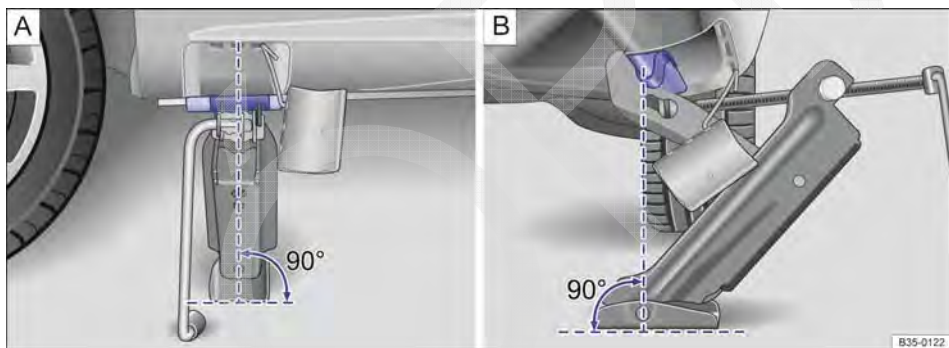

Fig. 251 Macaco posicionado no lado esquerdo traseiro do veículo.
9. Garantir que a base do macaco, com toda sua superfície, esteja sobre o chão e que a base se encontre perpendicularmente abaixo do ponto de colocação → Fig. 251 **A** e **B**.
10. Alinhar o macaco e, simultaneamente, levantar a garra do macaco até ela se encaixar na travessa debaixo do veículo → Fig. 251.
- Posicionar o macaco somente nos pontos indicados. A garra do macaco deve se encaixar no perfil da longarina de forma segura → Fig. 251.